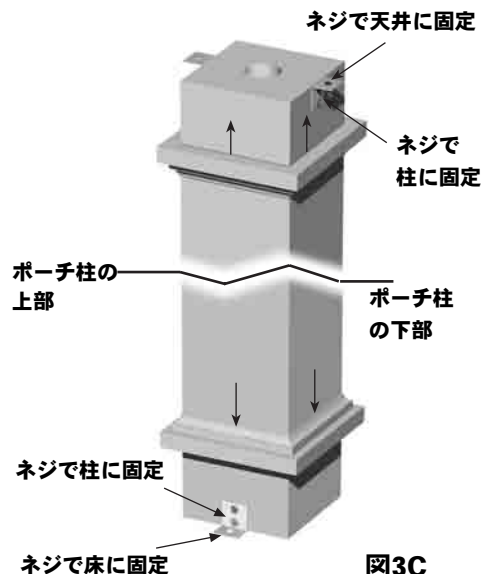

図3C
A ポーチ柱取付けキット(PPK6) (図3Cを参照)
A ポーチ柱取付けキット(PPK8) (図3Cを参照)
C) 図3Cに図解されているように、51mm幅×38mm×51mmのアルミ製角ブラケットを取付けます。No.14×64mmのステンレス製平頭ネジが挿入できるように、3mm×64mmの誘導穴をドリルであけます。(石工用留め金具はパッケージに含まれていません。) トリムカラーを末端まで滑らせるように移動させ、ブラケットの上ののせます。接着剤とトリム用釘で固定します。